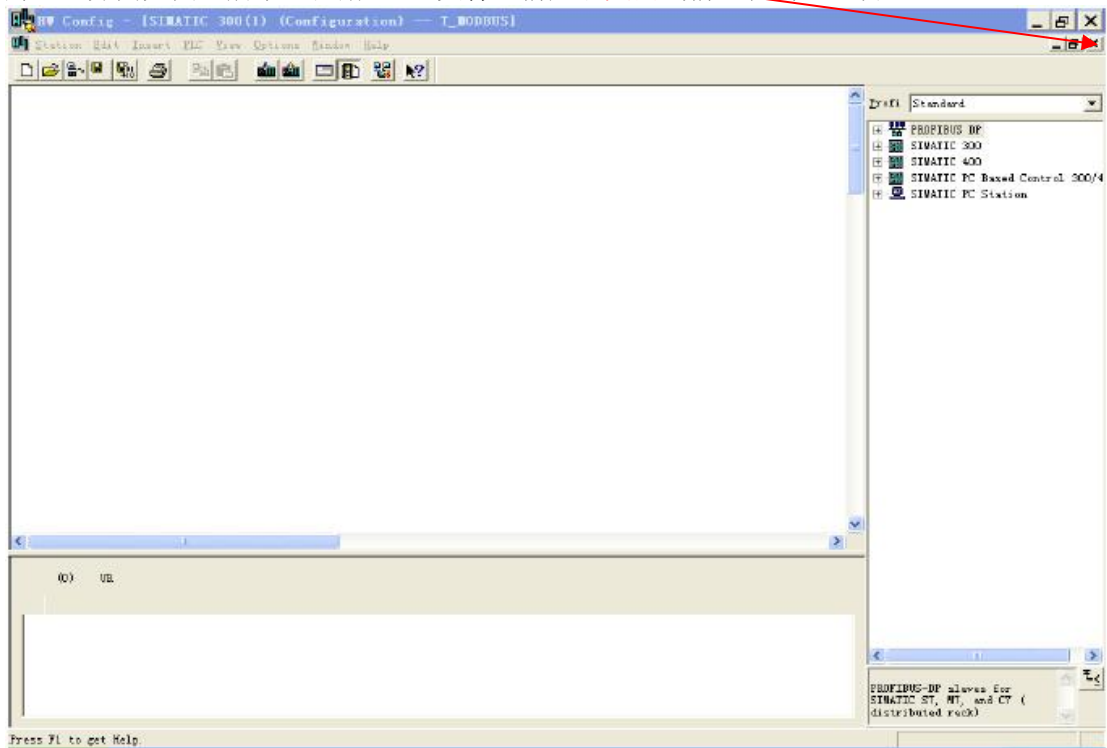
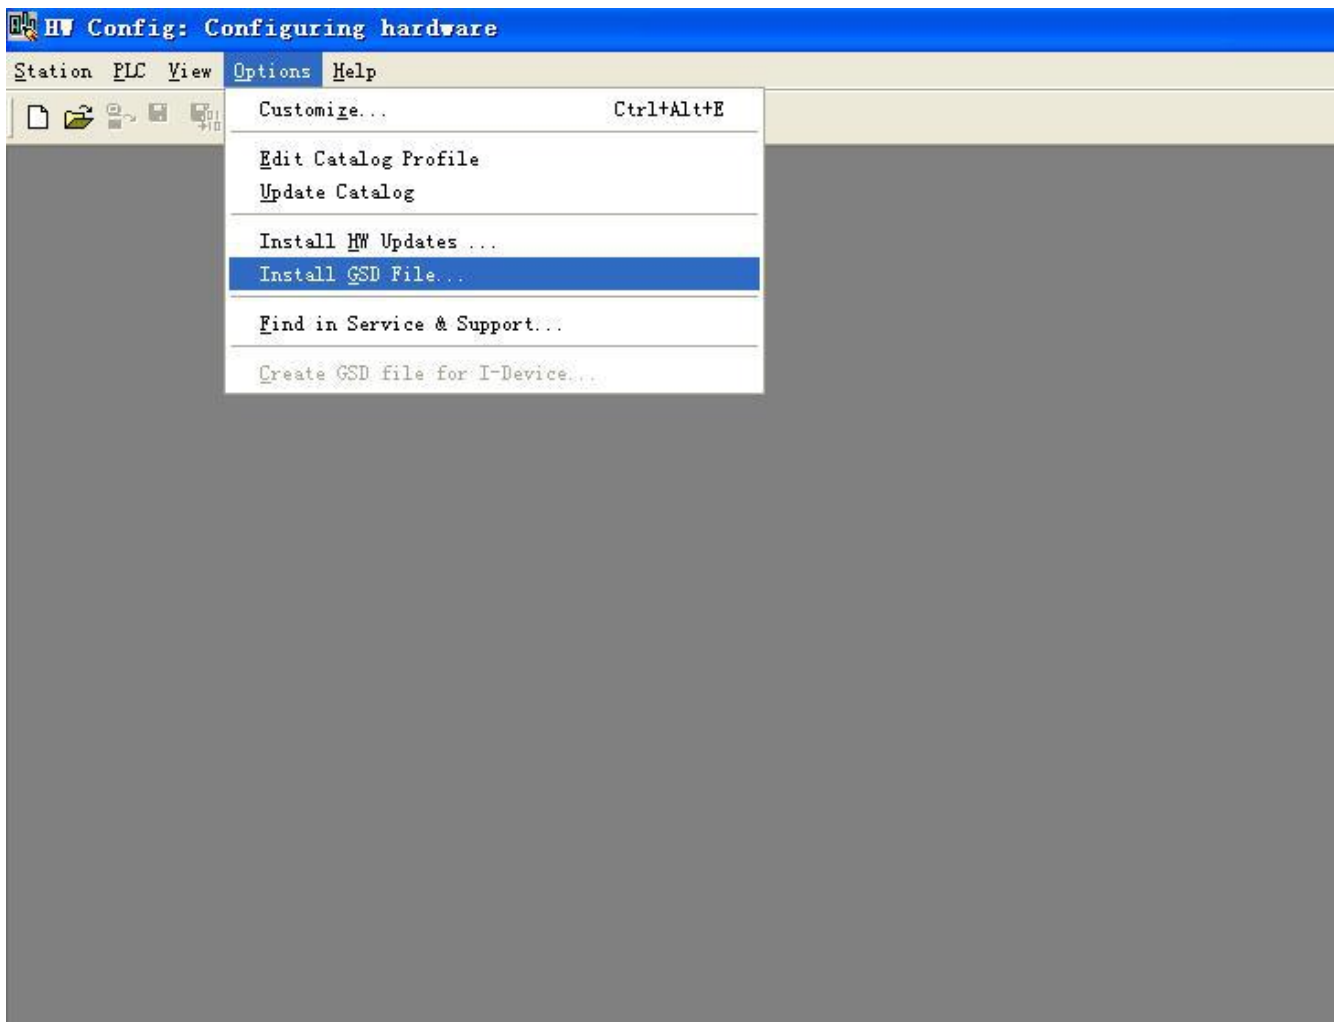

图 5
图 6
5. 弹出的组态界面如图 5 所示, 注册 GSD 文件之前应该关闭当前工程的组态窗口。
1. 在图 5 中关闭当前工程组态窗口后，点击菜单栏 Options->Install GSD file，如图 6：